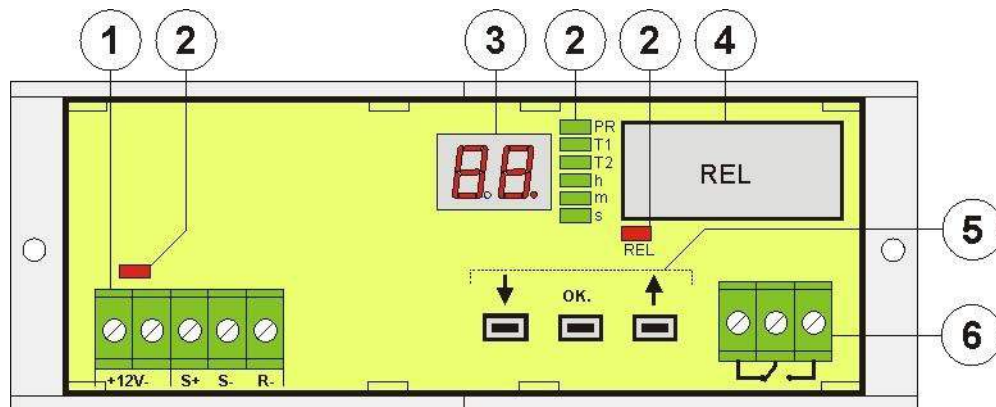

Abb. 1. Die Ansicht des Moduls.
Nummer [Abb. 1]	Beschreibung
①	Anschluss: +12V- - die Stromversorgung des Moduls, Gleichspannung S+ - Steuereingang, gespeist von der positiven Spannungsversorgung S- - Steuereingang, der durch die negative Spannungsversorgung (Masse) aktiviert wird R- - Rücksetzeingang, aktiviert durch die negative Stromversorgung (Masse)
②	LEDs - optische Anzeige rot - Versorgungsspannung REL - ON, Relais eingeschaltet PR - blinkend - Programmiermodus, ON - Vorschau auf den aktuellen Modus T1 - Zeitanzeige T1 T2 - Zeitanzeige T2 h - Stundenanzeige (0-99h) m - Anzeige der Minuten (0-59m) s - Sekundenanzeige (0-59s)
③	LED-Anzeige.
④	Relais
⑤	Tasten ↓ - Verringern des Parameters, im Menü eine Ebene nach unten gehen ↑ - Erhöhen des Parameters, im Menü eine Ebene nach oben gehen OK. - Bestätigen Sie die Einstellungen
⑥	Der REL-Relaisanschluss ACHTUNG! Die Pinbelegung des Steckers in Abbildung 1 zeigt den potentialfreien Zustand des Relais.